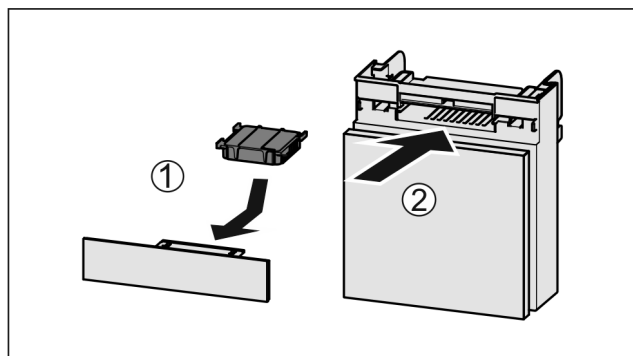

Fig. 89
- Установите фильтр с активированным углем, как показано на рисунке Fig. 89 (1).
- Вставьте отделение Fig. 89 (2).